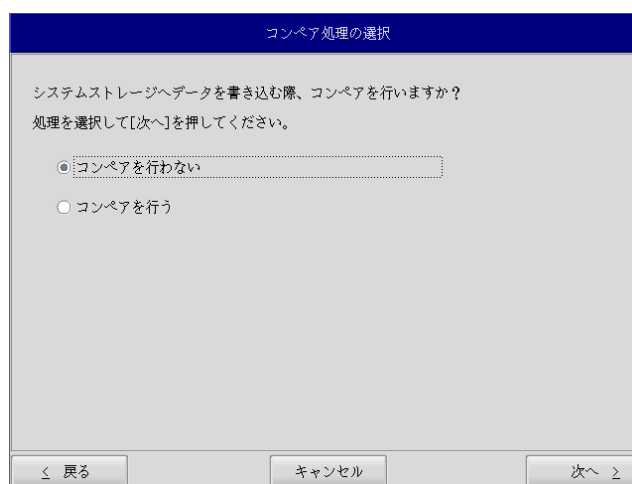

図 6-3-5. コンペア処理選択画面
- ⑧ コンペア処理の選択画面（図 6-3-5）が表示されます。データ書き込み時のコンペア処理の有無を選択します。